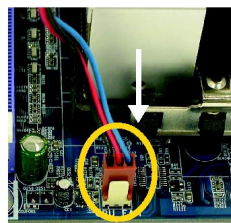

Abbildung 6.
- Schritt 1-4. Anschluss des Lüfterstromkabels an den Kopf auf dem Motherboard wie in Abbildung 6 gezeigt.